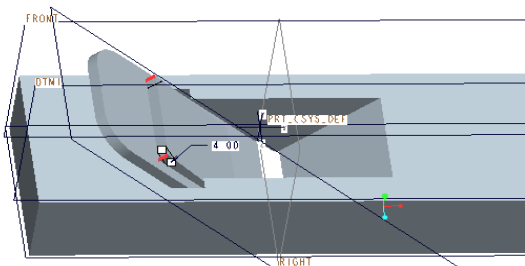

図 4-53 楔頭部のラウンド
- 「面取り」 ツールをクリックして、面取り幅を適当に入力して終了する図 4-53。